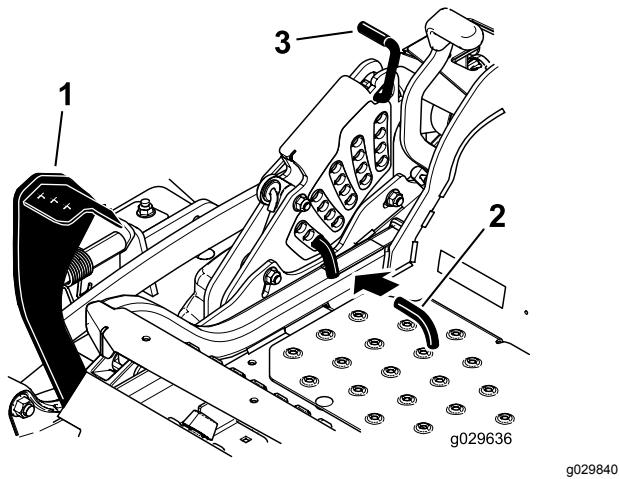

Bild 97
5. Treten Sie das Mähwerkhubpedal ganz durch, damit das Mähwerk in der 14-cm-Transportstellung einrastet (Bild 97).